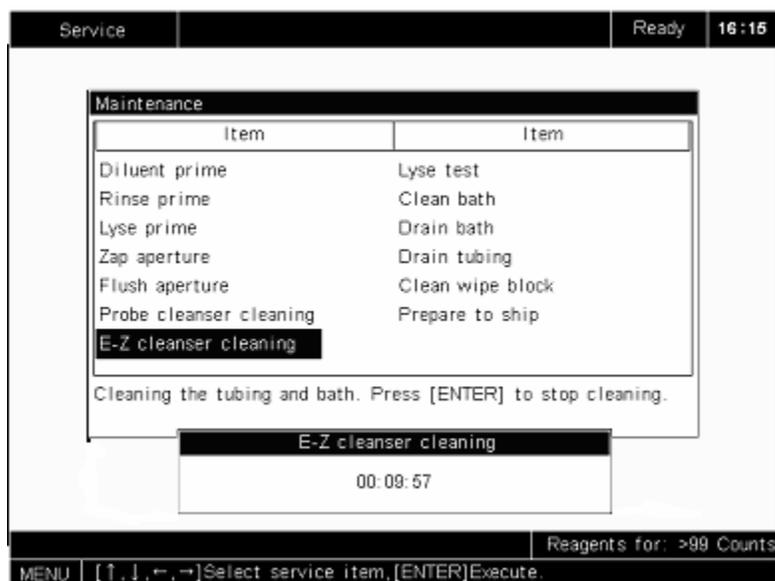

Рисунок 10-13 Промывка блока ферментного очистителя
3. Когда процедура очистки закончится, анализатор начнёт 10-ти минутную процедуру тщательной промывки, как показано на **рис. 10-13**.